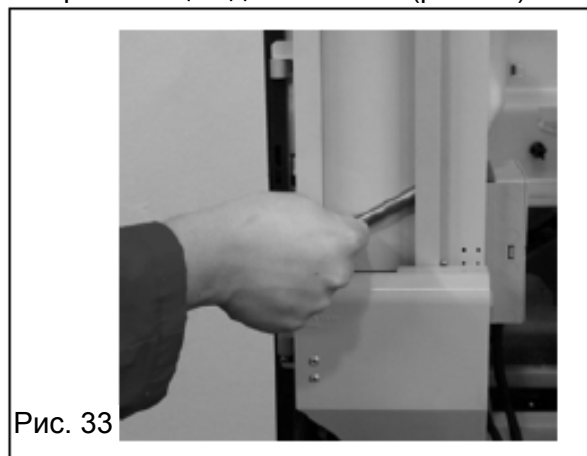

Рис. 33
- Удалите стержень уравнивателя из направляющих для ложечек (рис. 33)